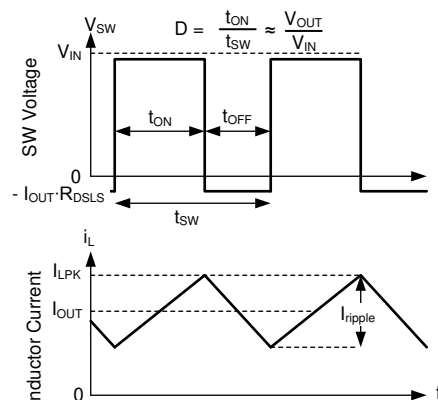

图 7-11. 连续导通模式 (CCM) 下的 SW 电压和电感器电流波形
有关 LMR43606-Q1 的以下运行说明, 请参阅节 7.2 和图 7-11 中的波形。在 CCM 中, LMR43606-Q1 以变化的占空比 (D) 导通内部高侧 (HS) 和低侧 (LS) 开关, 从而提供稳定的输出电压。在 HS 开关导通期间, SW 引脚电压 V_{SW} 摆动至大约 V_{IN} , 电感器电流 i_L 以线性斜率增加。HS 开关由控制逻辑关闭。在 HS 开关关闭时间 t_{OFF} , LS 开关打开。电感器电流通过 LS 开关放电, 这会强制 V_{SW} 通过 LS 开关两端的压降摆动到地电位以下。转换器环路调节占空比以保持恒定的输出电压。D 由 HS 开关在开关周期内的导通时间定义: